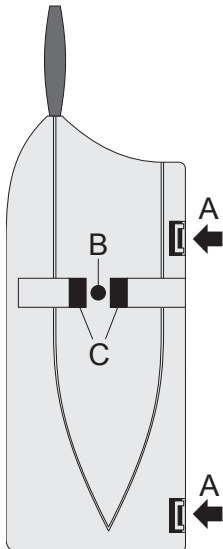

Bild 4
- Öffnen Sie das Gehäuse; dazu sind zwei Rastnasen („A“ im Bild 4 unten) vorhanden, die die beiden Gehäusehälften verriegeln.
Alternativ können Sie ihn mit einer Schraube durch die Öffnung „B“ befestigen, siehe Bild 4 auf Seite 11. Dies verhindert auch, dass er leicht von der Wand abgenommen werden kann (Sabotage-Schutz).